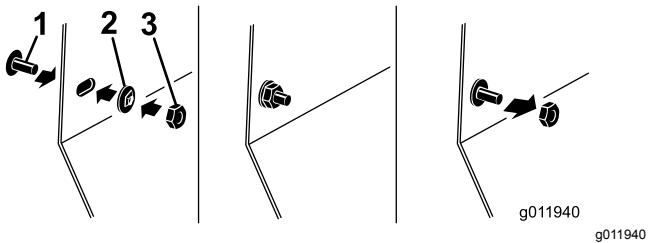

Figure 3
3. Vissez l'écrou hexagonal (5/16") sur la vis pour serrer l'écrou poussoir contre le panneau latéral (Figure 3).
2. Installez les 2 vis (5/16" x 3/4") sur le panneau latéral et retournez ce dernier pour installer les 2 écrous poussoirs (5/16") sur les vis (Figure 3).